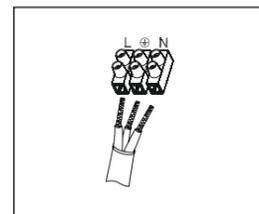

Рис. 3
- 7.4. Подключите кабель питания к драйверу в соответствии с полярностью (Рис.3).